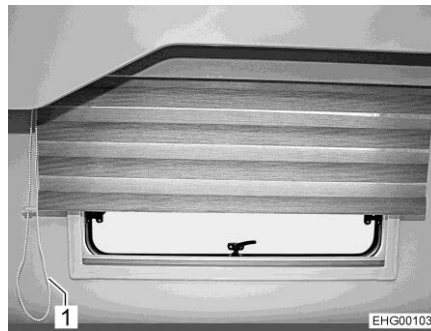

Fig. 107 Store Vario, zone arrière
- Tirer sur la corde de la chaînette (Fig. 107,1) qui ferme le store Vario-Rollo jusqu'à ce que ce dernier soit dans la position désirée.
- Tirer sur la corde de la chaînette (Fig. 107,1) qui ouvre le store Vario-Rollo jusqu'à ce que ce dernier soit dans la position désirée.